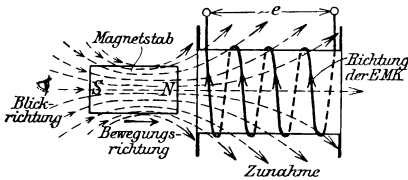

Abb. 50. Erläuterung zur Bestimmung der Richtung des Induktionsstromes in einer Spule.
an, wenn sich die von der Drahtschleife umschlossene Kraftlinienzahl ändert. Wie die Änderung zustande kommt, ist gleichgültig. In Abb. 50 ist ein Magnetstab mit seinen Kraftlinien dargestellt, der auf eine Spule zu bewegt wird. In den Windungen entsteht eine EMK, die in dem durch das Galvanometer geschlossenen Stromkreis den Strom hervorruft, der den Ausschlag erzeugt.
rufen würde. (Vgl. Abb. 50, die einer Zunahme der Kraftlinien entspricht.)
wo  $\Phi$  die Anzahl der Kraftlinien, ausgedrückt in Maxwell, die zur Zeit  $t$  von den  $w$  Windungen umschlossen werden, bezeichnet. Nimmt  $\Phi$  zu, so ist  $d\Phi$  positiv, demnach  $e$  negativ, d. h. der im geschlossenen Stromkreis entstehende Strom fließt für den Beschauer in Abb. 50 im entgegengesetzten Sinne des Uhrzeigers.
**132.** Der in Aufgabe 115 beschriebene Magnetstab von 2 cm Durchmesser wird, wie dort angegeben, von 5000 Maxwell durchsetzt. Derselbe wird rasch, aus großer Entfernung, in eine Spule (Induktionsspule genannt) hineingestoßen (vgl. Abb. 50), so daß Spulenmitte und Stabmitte zusammenfallen. Die Induktionsspule besitzt 500 [800] Windungen und 2 [10]  $\Omega$  Widerstand.
Das Zeichen — sagt aus, daß der Strom für den Beschauer im entgegengesetzten Sinne des Uhrzeigers fließt (siehe Abb. 50).